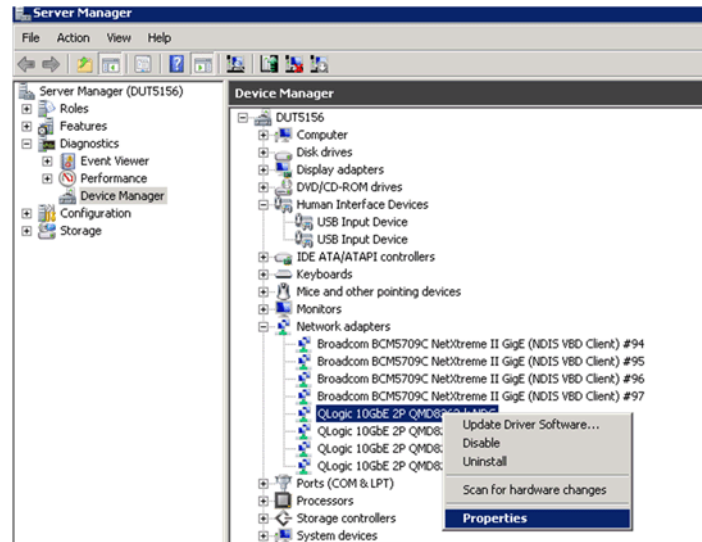

Abbildung 4-25. Auswählen der Eigenschaften im Kontextmenü
3. Klicken Sie mit der rechten Maustaste auf das erste **QLogic 10GbE 2P** **<Modell>**-Gerät, und wählen Sie im Kontextmenü die Option **Properties** (Eigenschaften) aus (siehe Abbildung 4-25).